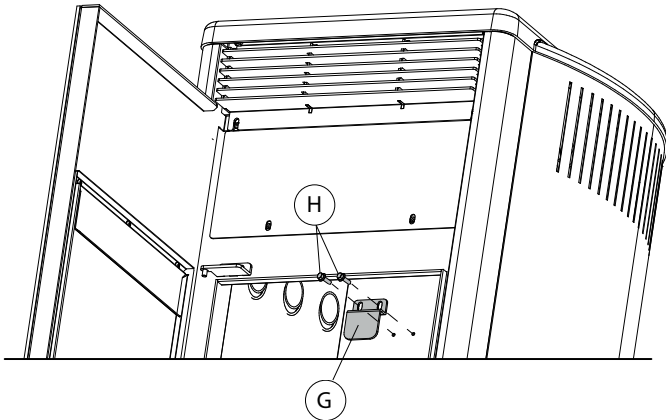

fig. 5.4.10
- Reinstalar la abrazadera de fijación G procediendo en los dos tornillos H (Fig. 5.4.10) y volver a colocar el brasero F (Fig. 5.4.11)